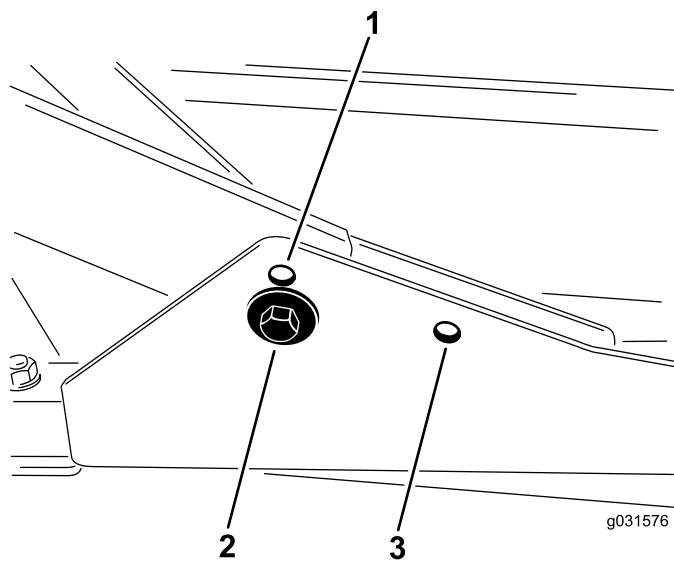

図 16
1. 刈高を 20-76 mm にセットする場合には、前キャリアフレームを下側の穴に取り付けます 図 16。
2. 刈高を 63-100 mm にセットする場合には、前キャリアフレームを上側の穴に取り付けます 図 16。
後カッティングユニットは、刈り高に関係なく後側の取り付け穴を使って取り付けます図 16。